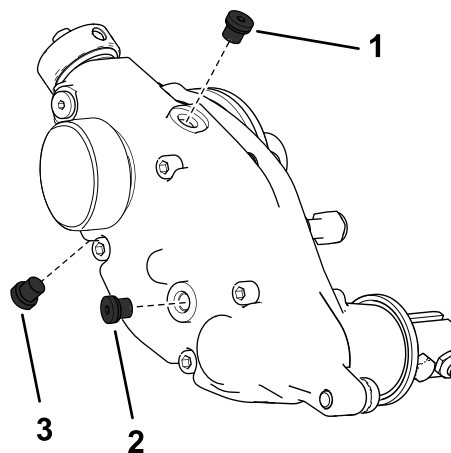

Figura 22
2. Rimuovete il tappo di spurgo situato nella parte inferiore dell'alloggiamento (Figura 22).
3. Rimuovete il tappo di riempimento a lato dell'alloggiamento e allentate il tappo di sfianto nella parte superiore per lasciar passare l'aria (Figura 22).
7. Montate il tappo di spurgo (Figura 22).